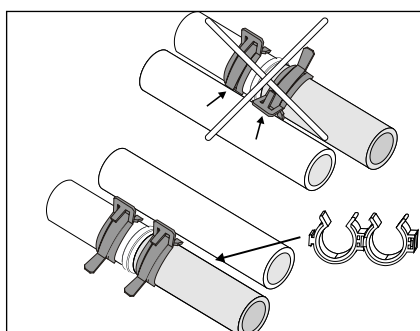

fig. r12
- evitare contatti tra le fascette e i tubi adiacenti (fig r12), eventualmente utilizzare supporti distanziatori specifici;